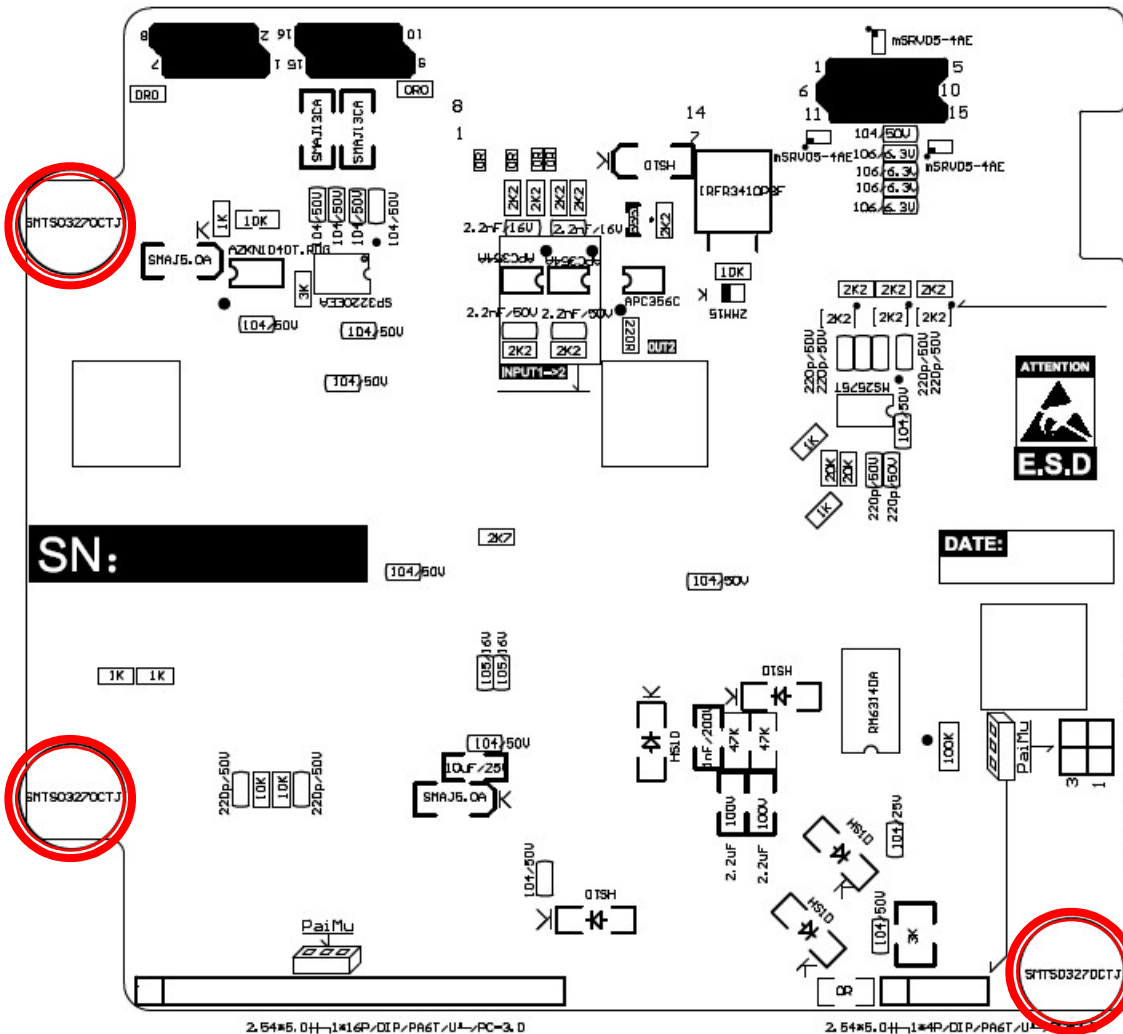

图 3
c) 贴片螺母的焊盘圆周上的过孔注满锡, 焊锡与圆柱体形成锥面 (见图 3);